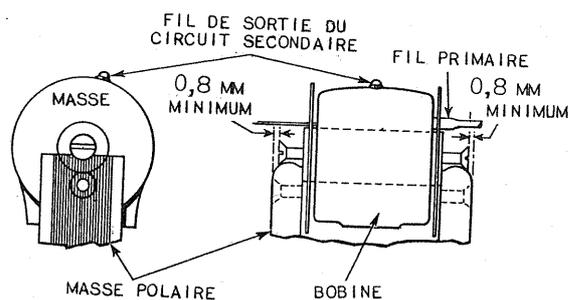

FIGURE 96 - ASSEMBLEZ LES VIS DE MONTAGE SUR LE NOYAU DE LA BOBINE POUR VOUS ASSURER QU'ELLES NE BUTENT PAS AU FOND DE LEUR TROU QUAND ON MONTE LA MAGNETO.
Vérifiez la longueur des vis de montage du noyau de la bobine, en les introduisant dans leur trou sans les serrer et en faisant descendre la bobine en position (figure 96). Les vis de montage H-4 (4) ont 15,9 mm (5/8") de longueur.